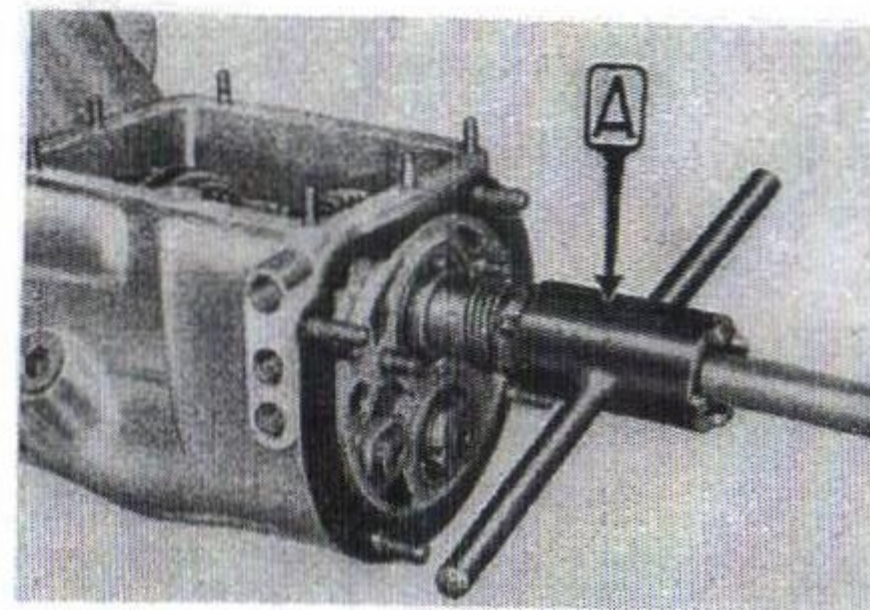

Fig. 59.
Dévisser l'écrou (4) sur l'arbre primaire avec la clé A. 8066 (fig. 59), après